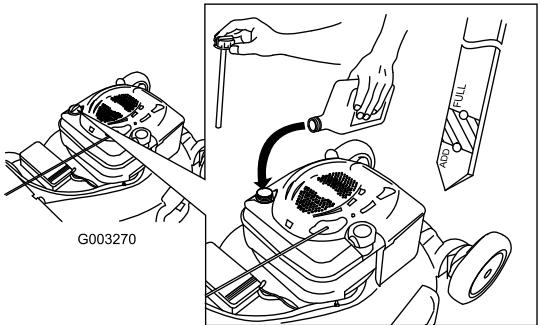

Figura 7
- Togliete l'asta di livello (Figura 7).